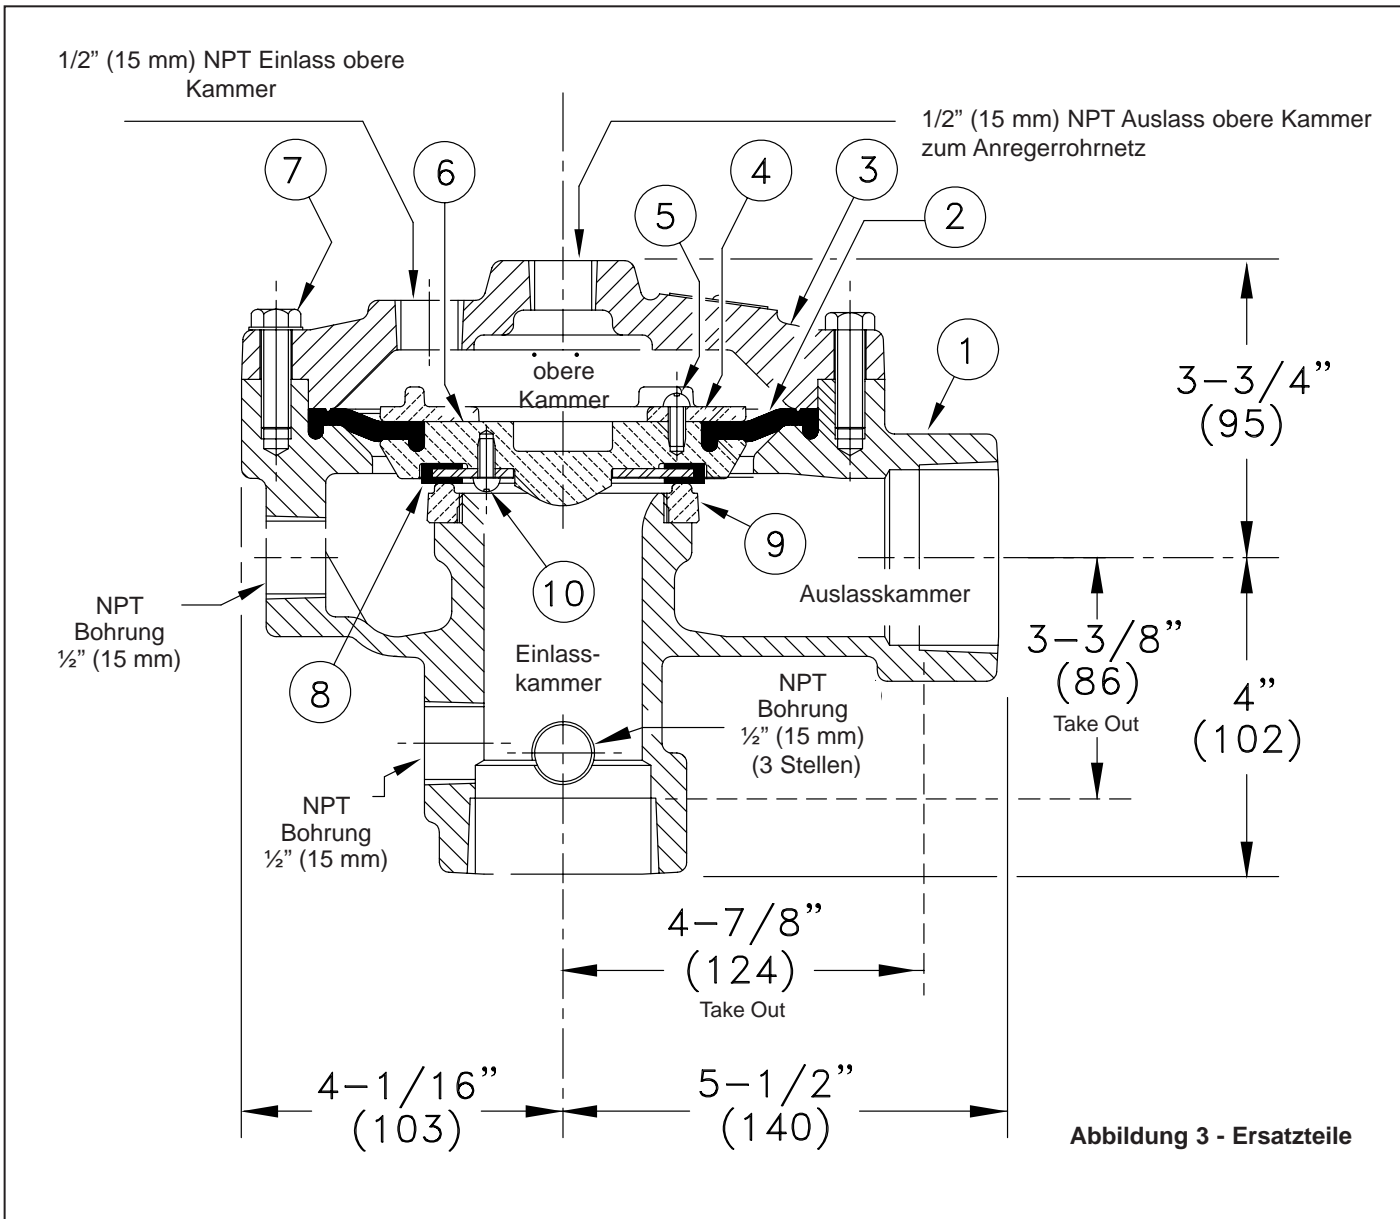

Abbildung 3 - Ersatzteile
D. Zerlegung des Ventils (siehe Abbildung 3)
3. Deckel (3) abnehmen.
- a. Alle Schrauben (7) mit einem Steckschlüssel mit 9/16" Nuss entfernen und Dichtung aus dem Deckel nehmen.
- b. Deckel (3) vom Gehäuse (1) abnehmen und vorsichtig zur Seite legen.
E. Einbau der Ersatzteile und Zusammenbau des Ventils (siehe Abbildung 3)